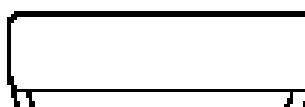

Fig 1
1. Selon la position de l'unité, la tuyauterie peut être branchée soit horizontalement depuis la gauche ou la droite (Fig 1), ou verticalement depuis l'arrière (Fig 2) (selon la longueur de la tuyauterie de l'unité intérieure). Dans le cas d'un schématisement latéral, coupez la matière de coupe de sortie du côté opposé.